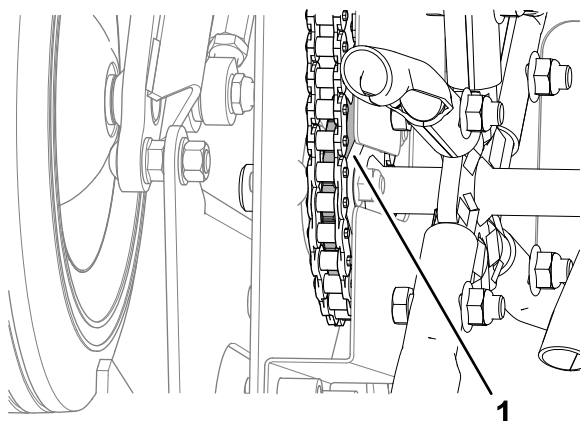

Figure 65
2. Vérifiez que les chaînes sont engagées dans les pignons d'entraînement des louchets arrière (Figure 65).